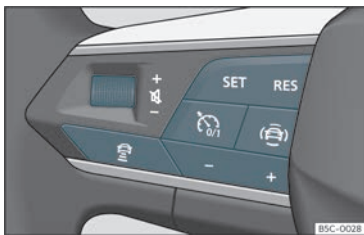

Fig. 159 Sul volante multifunzione: tasti di comando dell'ACC
Il veicolo è dotato di ACC se possiede un menu di configurazione nel sistema di infotainment»» pag. 93, e se hai i tasti della funzione ACC sul volante multifunzione»» fig. 159.
- Per avviare la regolazione premere il tasto **SET**»» **fig. 159**.
Per programmare la velocità premere i tasti + o -»» **fig. 159** fino alla velocità desiderata. La velocità viene regolata secondo intervalli di 10 km/h (5 mph).
- Premere il tasto  e dopo il tasto + o - »» **fig. 159**.